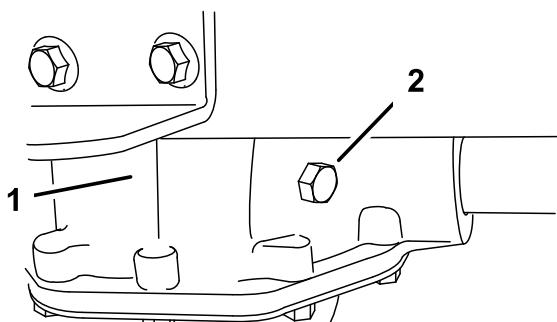

図45
2. トランスアクスルについている点検ボルトを外す(図45)。